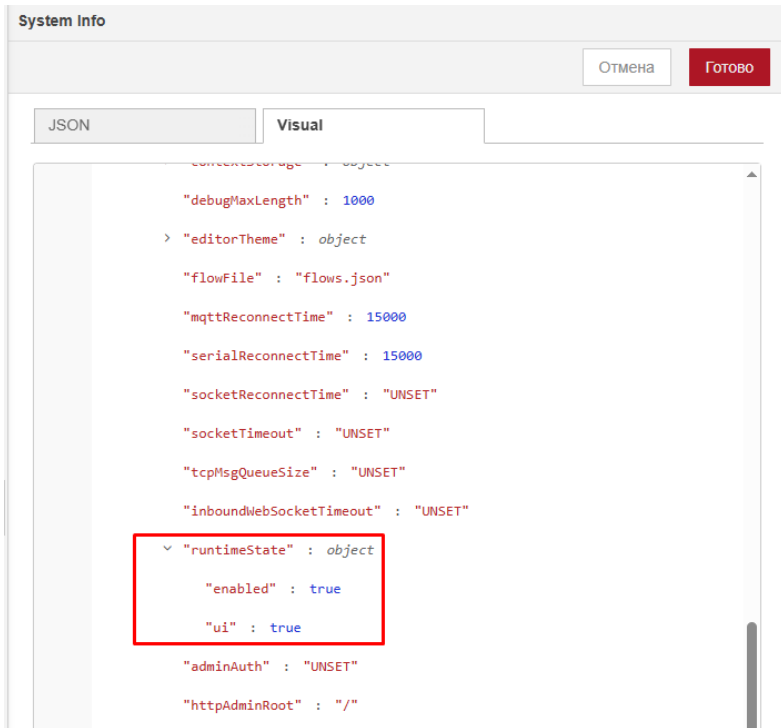

Рис. 2.25. Информации о настройках runtimeState
4. Перейдите на вкладку **Visual**, где в разделе **runtimeState** вы сможете увидеть текущее состояние (см. рис. 2.25).